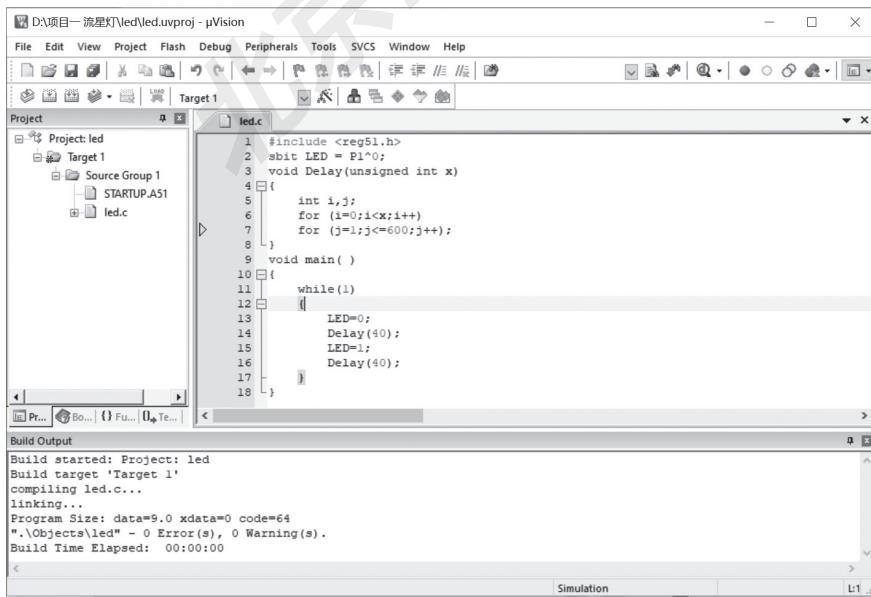

图 1-1-23 编译与链接
(8) 第八步：进行编译与链接。单击左上方的“”按钮即可进行编译与链接，而其过程将记录在下方的输出窗口，“0 Error (s)，0 Warning (s)”表示“没有错误，没有警告”，否则就要对程序进行修改直至将错误全部改正为止。如图 1-1-23 所示。